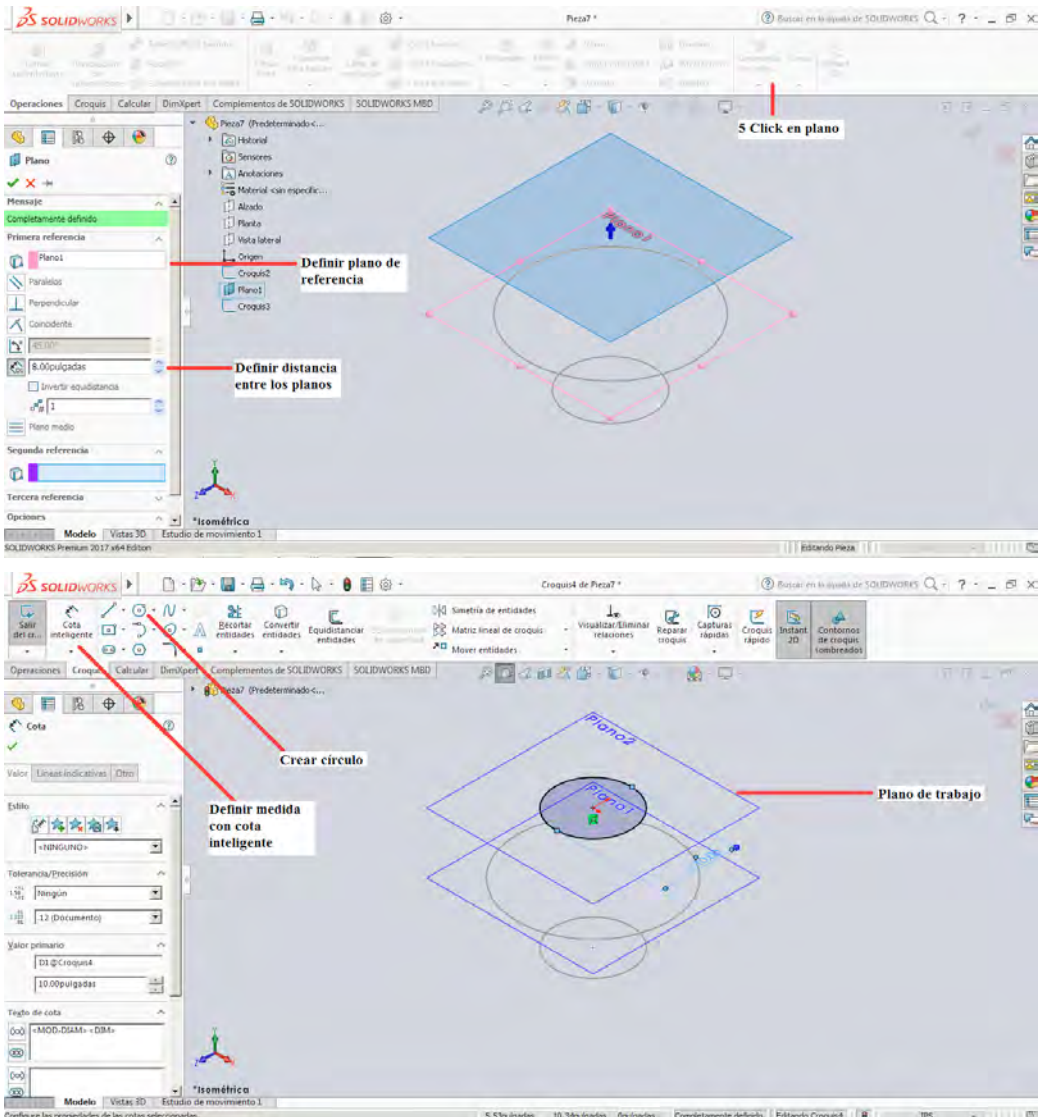

Figura 3-22
5. Definida la segunda circunferencia se repite el procedimiento del paso 3 y 4 para la construcción de un nuevo plano a una distancia de 8 Pulgadas y sobre este la construcción de un Circulo de radio 10 Pulgadas, en la figura 3-22 se muestra el procedimiento realizado teniendo como referencias los pasos 3 y 4